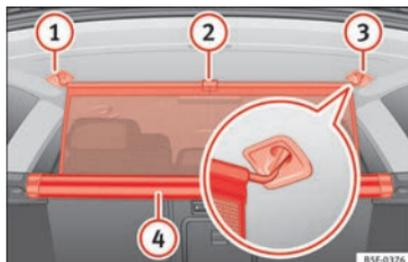

Fig. 166 Nel bagagliaio: agganciare la rete divisoria.
- Tirare verso l'alto la linguetta » **fig. 166** **2** per estrarre la rete dalla scatola **4**